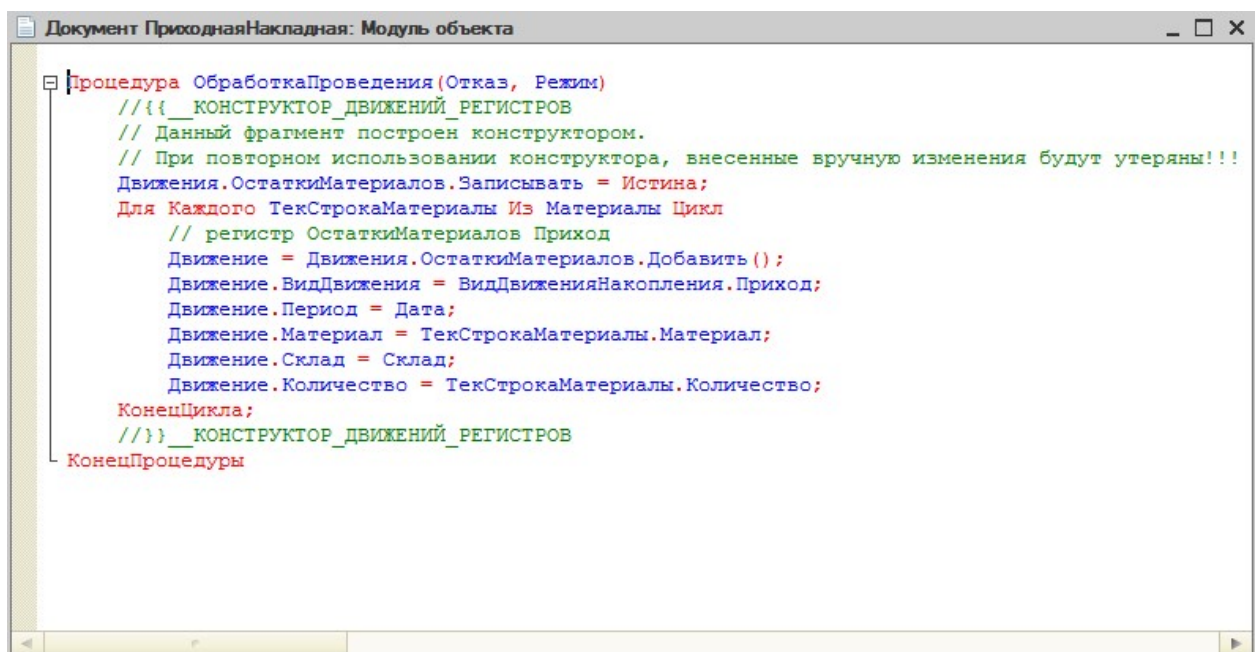

Рисунок 40 Модуль объекта «Приходная накладная»
6. По нажатию на кнопку «**ОК**» проверьте наличие новой процедуры в модуле документа (рис. 40).